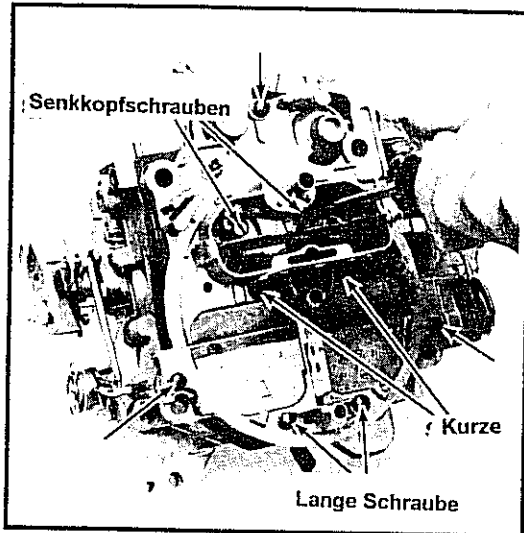

Abb. 2-83 Befestigungsschrauben am Vergaserdeckel, alle Quadrajet-Vergaser
6. Elf Befestigungsschrauben des Vergaserdeckels entfernen, dann zwei Schrauben in der Senkung neben dem Venturirohr entfernen. Siehe Abb. 2-83.